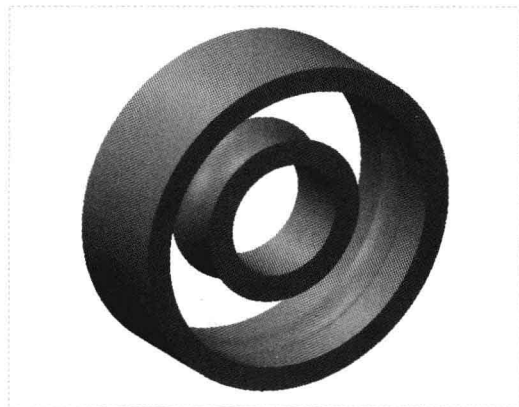

图 17-20 创建旋转特征 2
Step 04 单击“关闭”面板中的“确定”按钮✔，完成截面绘制并退出草绘环境，返回到“旋转”选项卡，单击“应用并保存在工具中所做的所有更改，然后关闭工具操控板”按钮✔，完成旋转特征的创建，如图 17-20 所示。